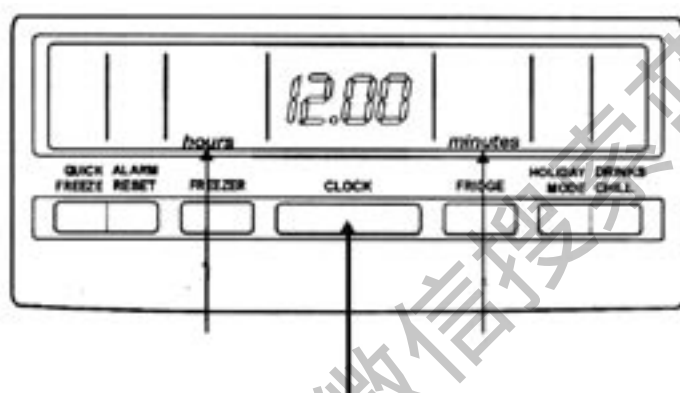

图11
1. 按下时间 (clock) 按钮并保持两秒钟，小时和分钟将显示在面板上，如图11。